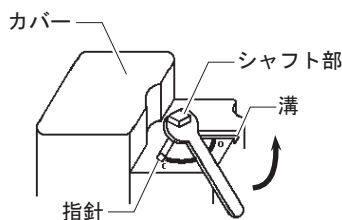

図8 手動開閉操作
- (1) 電源を切ります。
- (2) 『図8 手動開閉操作』に示すカバー上部に突起したシャフト部をスパナなどで、ゆっくりと、反時計回りに約90度（表示：C→O）回します。